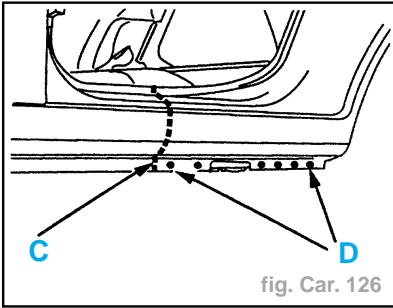

fig. Car. 126
- Souder par cordons successifs au MIG (suivant **C**) (fig. Car. 126).